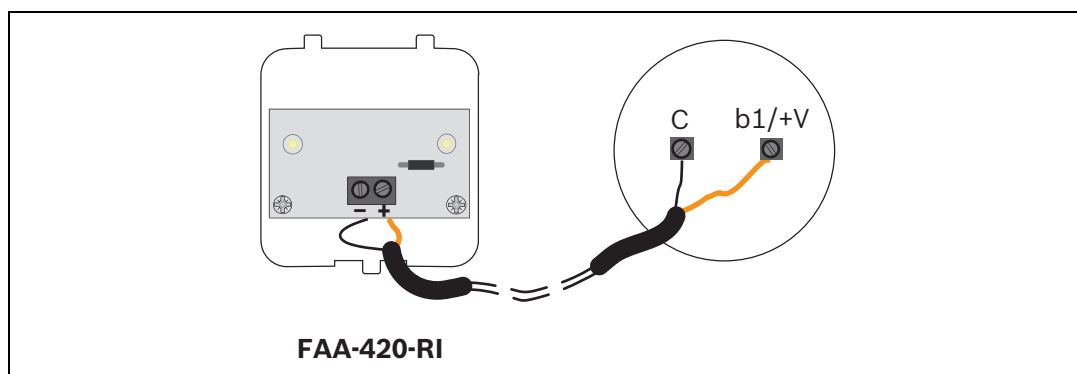

Figure 3.15 Connexion FAA-420-RI
4. Raccordez le FAA-420-RI par deux bornes (voir *Figure 3.15*).